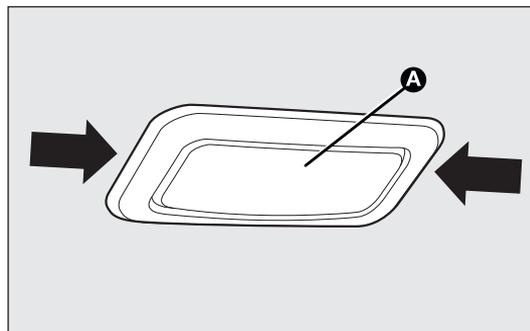

fig. 168
- enlever le plafonnier A-fig. 168 en agissant selon les points indiqués par la flèche ;